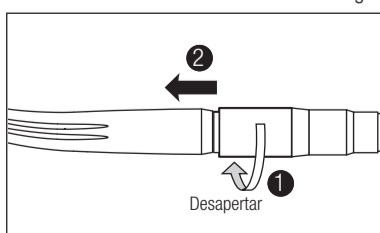

Fig. 5
(2) Desmontagem
- Desaperte a porca do tubo e retire a turbina. (Fig.5)